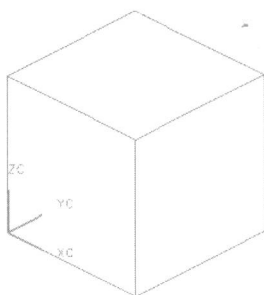

图1-3
2. 在【成形特征】工具条中单击【长方体】按钮，弹出【长方体】对话框。在【长度 (XC)】、【宽度 (YC)】和【高度 (ZC)】输入框中均输入“16.5”；然后在【捕捉点】工具条中单击【点构造器】按钮，弹出【点构造器】对话框；最后依次单击两次 按钮创建长方体特征，结果如图 1-3 所示。